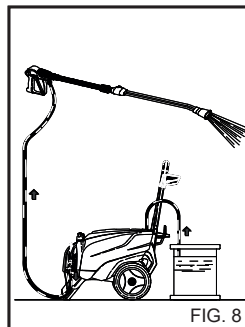

FIG. 8
- 1) Na het gebruik met schoonmaakproduct, het watercircuit spoelen: de pomp 1 minuut laten draaien met de doseerkraan volledig dichtgedraaid. (Fig. 8).
4) Na het gebruik met schoonmaakproduct, het watercircuit spoelen: de pomp 1 minuut laten draaien met de doseerkraan volledig dichtgedraaid. (Fig. 8).